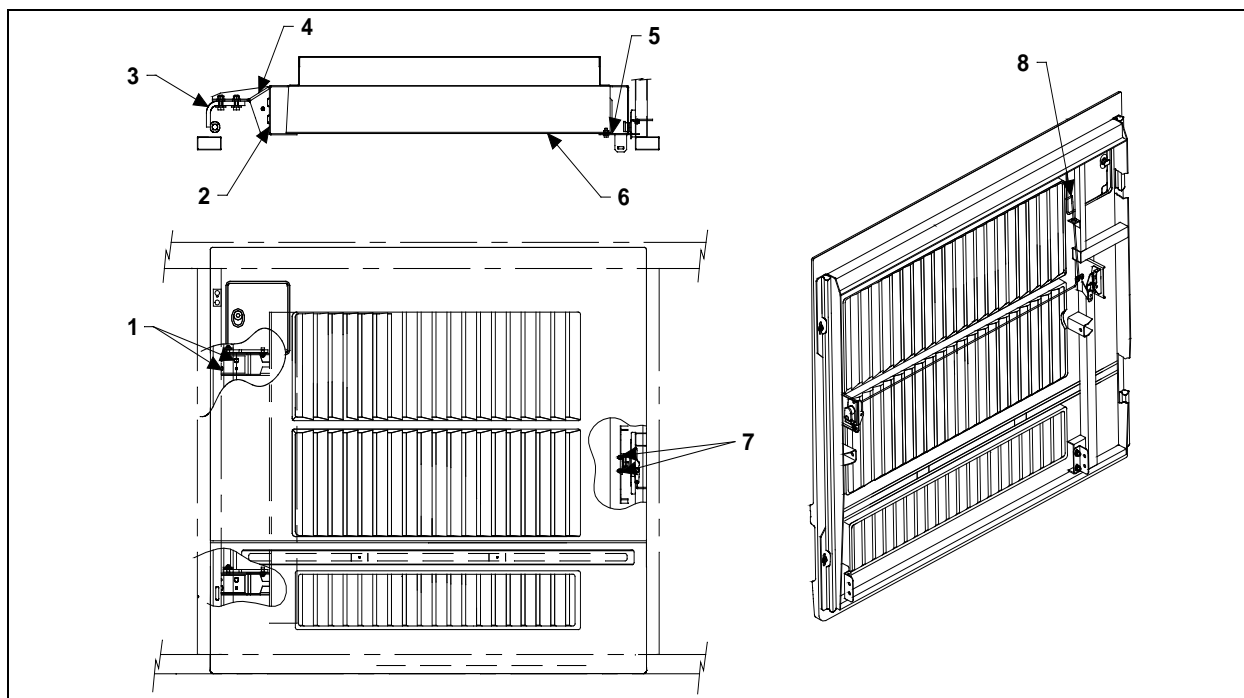

FIGURE 72 : PORTE DU COMPARTIMENT DU CONDENSEUR
2. Desserrer les écrous (1, Figure 72) tenant la charnière (3, Figure 72) à la fixation de charnière (4, Figure 72). Le fait de desserrer les écrous (1, Figure 72) permet de déplacer le condenseur vers la gauche ou la droite et vers le haut ou le bas.
5. Desserrer les écrous de support qui fixent le panneau au condenseur. Le panneau (6, Figure 72) peut alors être déplacé vers l'intérieur ou l'extérieur, vers la gauche ou la droite, et vers le haut ou le bas.
6. Ajuster le panneau du condenseur par rapports aux supports (2, Figure 72 et 5, Figure 72).